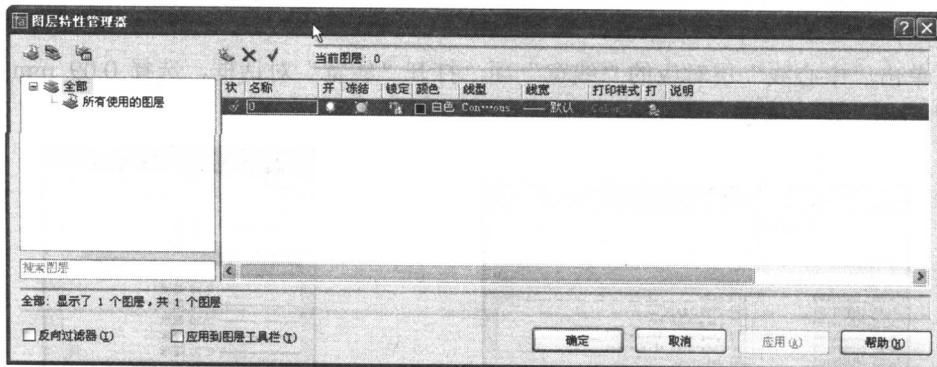

图 4-2 “图层特性管理器”对话框
(1) 在命令行输入命令 LAYER，或者单击下拉菜单“格式”→“图层”，或者单击图层工具栏命令图标 ，系统打开“图层特性管理器”对话框，如图 4-2 所示。